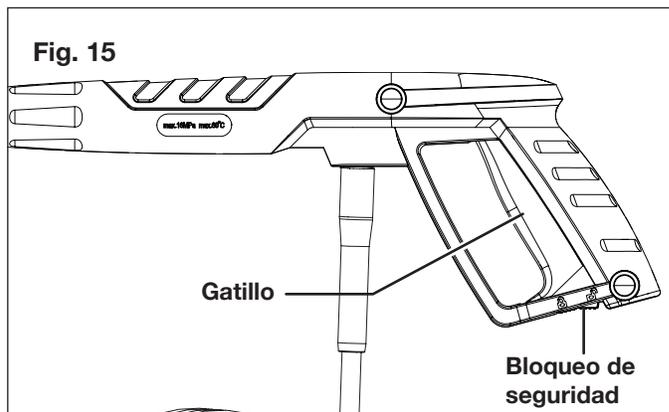

Fig. 15
4. Destrae el bloqueo de seguridad, luego presione el gatillo por unos segundos hasta que el flujo de agua se estabilice. Operar la hidrolavadora a presión de esta forma permitirá que el aire escape y se descargue la presión residual en la manguera (Fig. 15).
1. Active la traba de seguridad de la pistola (Fig. 15);